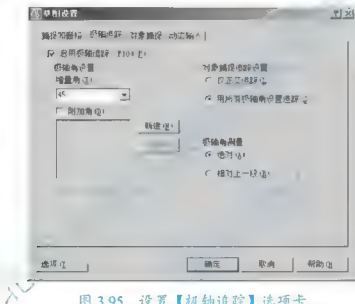

图 3.95 设置【极轴追踪】选项卡
(1) 将【0】图层设置为当前层。
(2) 绘制标高图形。
① 绘制 15mm 的水平线。
② 将该水平线向下偏移 3mm。
③ 右击【极轴】按钮,从弹出的快捷菜单中选择【设置】命令,则会打开【草图设置】对话框,选择【极轴追踪】选项卡,其相关设置如图 3.95 所示。